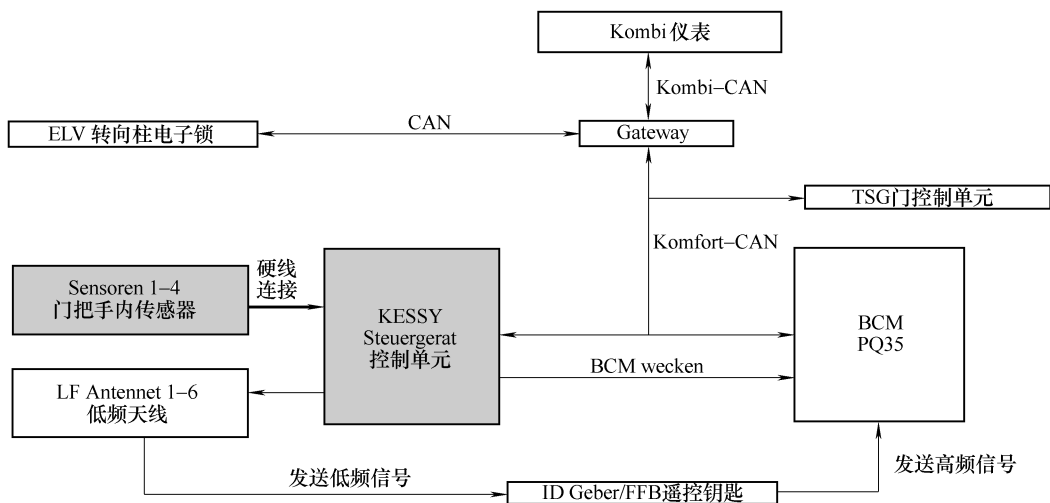

图 5-4-28 发动机正常起动信号
⑥ 仪表和 ELV 验证防盗信息，通过后 ELV 解锁。仪表和 MSG 验证防盗信息，通过后允许发动机起动，如图 5-4-28 所示。
(2) 进入及起动许可天线与传感器